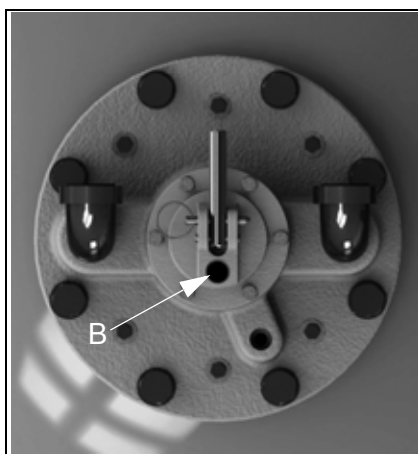

Abb. 9: Anschluss der Steuerleitung am Ventil
- die Steuerleitung in den Steueranschluss (B, Abb. 9) des Entlüftungsventils eindrücken.